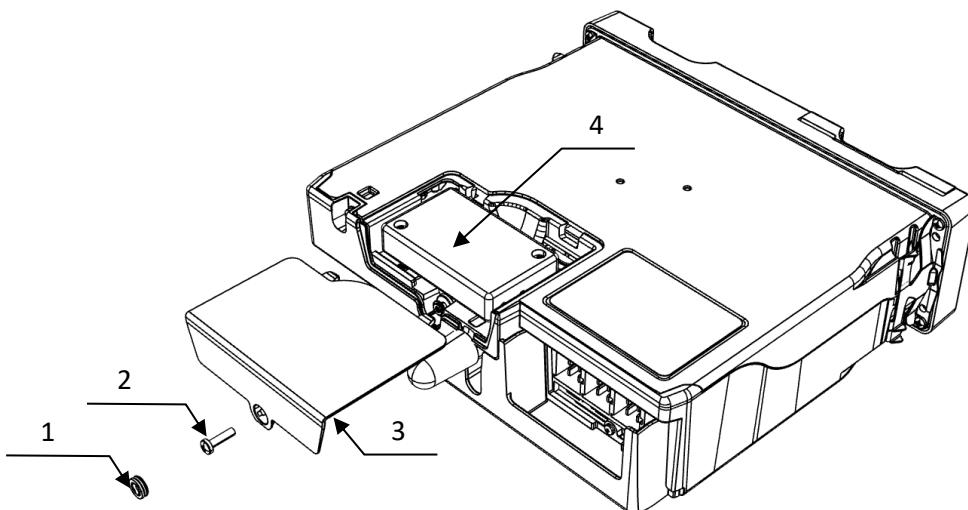

Рисунок 29. Извлечение блока СКЗИ тахографа Drive Smart
Затем удалите пломбу (1), закрывающую винт для крепления крышки отсека блока СКЗИ (см. Рисунок 29).
Открутите винт (2), крепящий крышку отсека блока СКЗИ (см. Рисунок 29).
Снимите крышку отсека НКМ (3) (см. Рисунок 29).